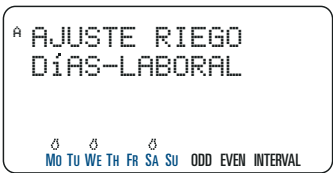

Ilustración 7: Selección de "Días de la semana"
- Pulse **SIGUIENTE** hasta que el día de la semana deseado parpadee. Pulse **INTRODUCIR** para seleccionar el día. El día o los días seleccionados se acompañan de un  un icono del día de la semana. Siga el mismo procedimiento para seleccionar los días que desee. [Ilustración 7]